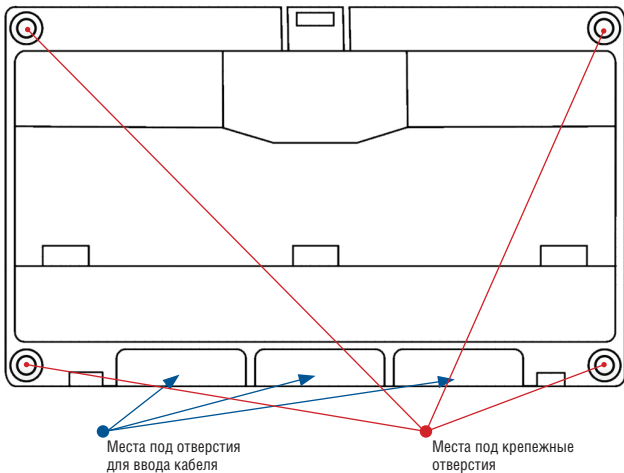

Рисунок 3. Корпус контроллера
4. Выломайте в корпусе контроллера по нанесенному контуру технологические отверстия для ввода кабелей (рисунок 3).
5. Для настенного монтажа разметьте места крепления, приложив корпус контроллера к стене (рисунок 3).